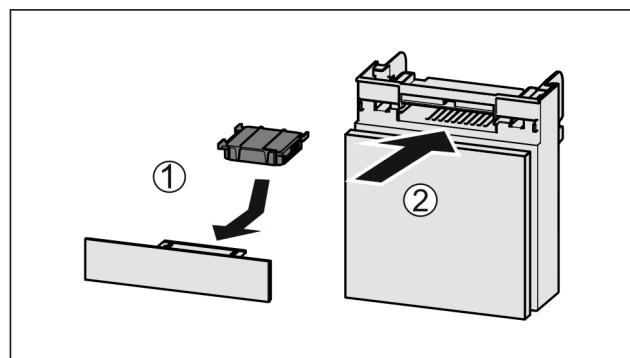

Fig. 116
- Actiefkoolfilter overeenkomstig afbeelding aanbrengen Fig. 116 (1).
- Lade erin schuiven Fig. 116 (2).